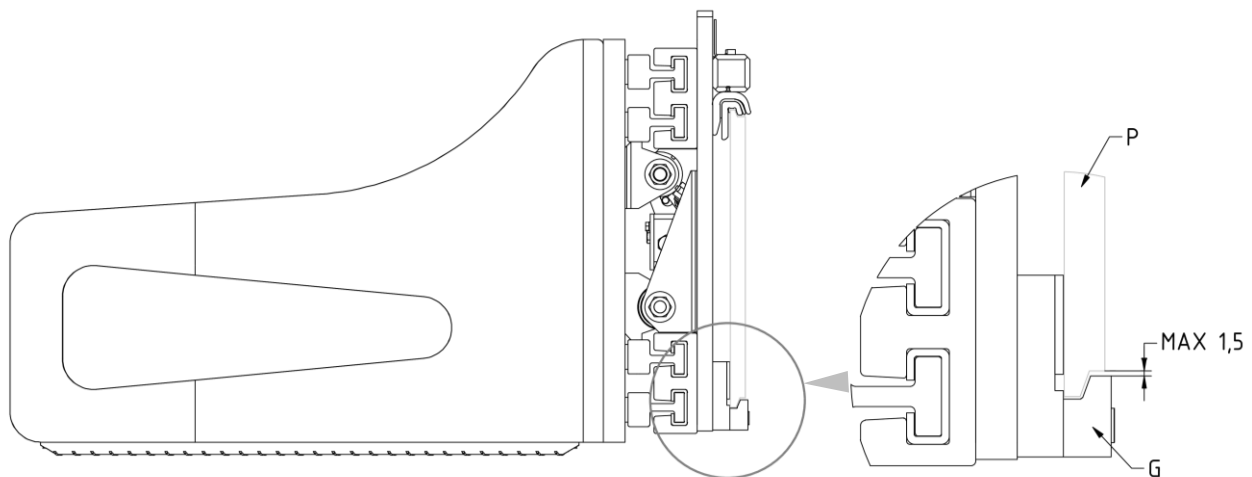

Figura 8
9. Riavvitare i 2 ganci inferiori G in modo che il corpo di questi rimanga agganciato anche inferiormente alla piastra porta forche P (con gioco max. 1,5mm, vedi dettaglio *Figura 8*), serrando con coppia di serraggio indicata nella *Tabella 4*.
3. Controllare il gioco fra la parte inferiore della piastra porta forche e i ganci inferiori dell'attrezzatura, verificando che sia come indicato in *Figura 4* (pag. 13) e in *Figura 8* (pag. 16) ed, eventualmente, intervenire sul serraggio delle viti che li sorreggono.